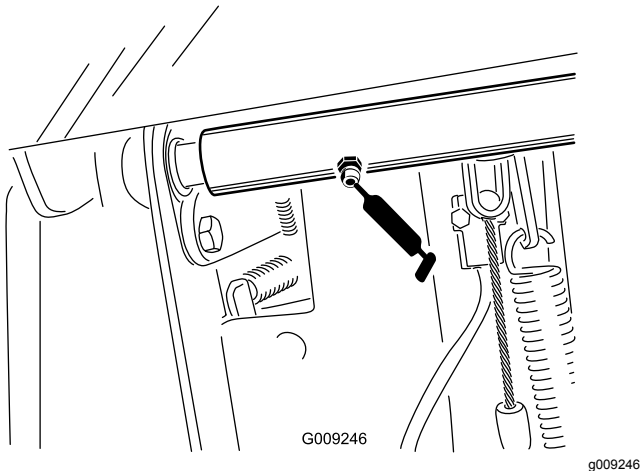

Bild 75
- Zwei Bremspedal-Drehzapfen der Wellenlager (Bild 75)